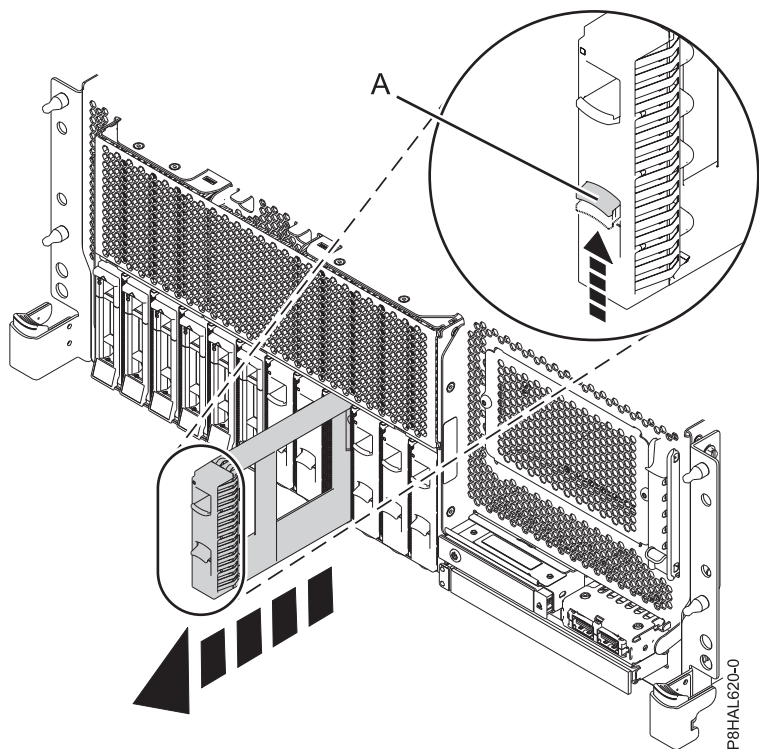

Figura 5. Extracción de un panel de relleno de unidad de disco de un sistema de función base montado en bastidor
- a. Empuje el pestillo (**A**) en el asa del panel de relleno en la dirección que se muestra en la Figura 5 en la página 8.